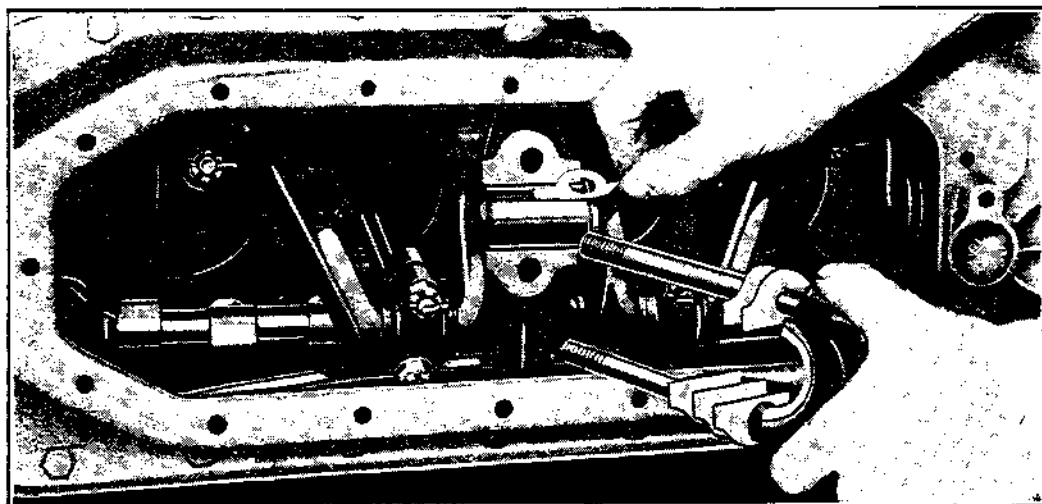

Fig. 259
- e) Retirer une des cales de cuivre de chaque boulon. (Voir figure 259.) Si toutes les cales ont déjà été enlevées au cours des resserrages antérieurs, il faut ajuster le chapeau de la même façon que pour le chapeau de bielle. (Voir fig. 232.) Cependant, en général, lorsqu'il arrive à ce point, l'antifriction du palier est tellement usé qu'il est nécessaire de refaire les coussinets.